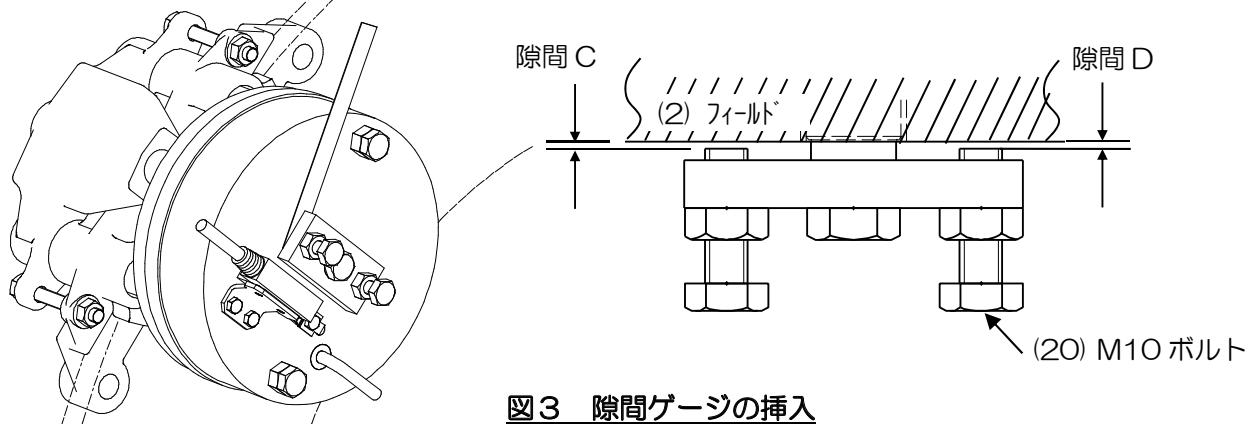

図3 隙間ゲージの挿入
⑧ブレーキを電気的に“吸引”し、M10 ボルト(20)のネジ先端とフィールド(2)の間の隙間を確認する。(図3参照)